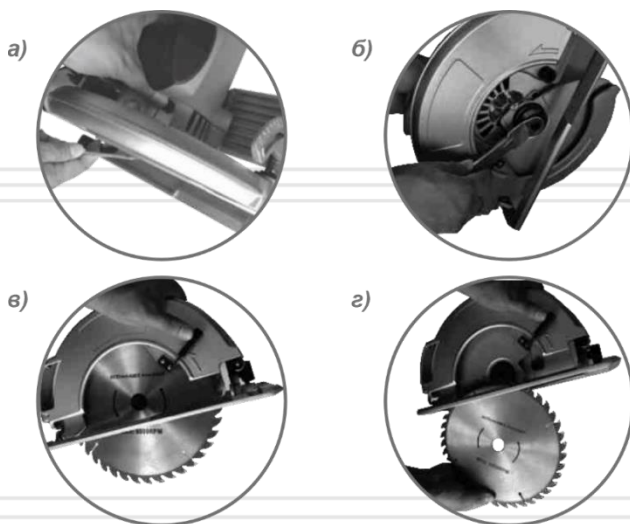
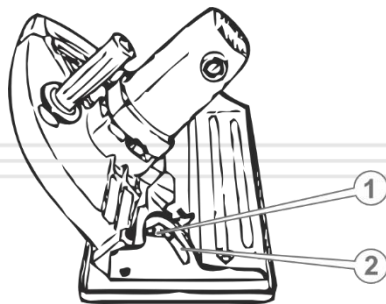

Рисунок 3 Послідовність встановлення циркулярного диска
Рисунок 5 Регулювання кута різку.
7. Демонтаж циркулярного диска здійснюється у зворотній послідовності (див. рис. 3).
5.4 Регулювання кута різку (див. рис.5)
1. Встановіть пилу на рівній чистій поверхні верстата у положення, як на рис. 5.
2. Послабте смушкову гайку (1) (див. рис. 3) механізму регулювання кута різку.
3. Акуратно нахиліть корпус пили відносно бази та встановіть необхідний кут різку (у межах від 0 до 45 градусів), використовуючи градуйовану шкалу (2).
4. Надійно затягніть гайку (1) механізму регулювання кута різку (див. рис. 5).